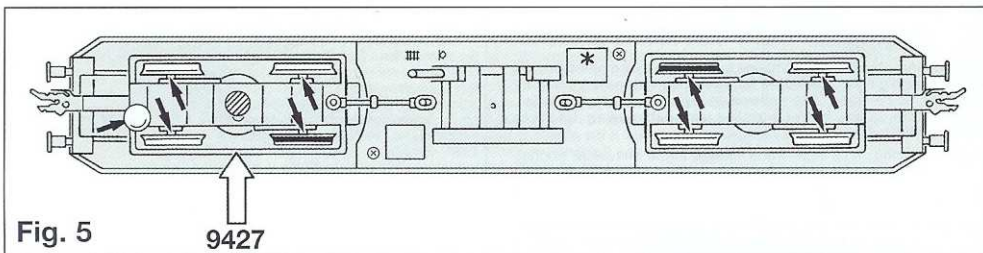

Fig. 5
An der markierten Stelle kann der **Schaltmagnet 9427** befestigt werden (Fig. 5).
* Dieser Stern bezeichnet die masseführende "gemeinsame Seite" der Lok (Fig. 5).
The indicated point can be used for locating the switching magnet 9427 (fig. 5).
* This star indicates the so called "common side" of the loco (fig. 5).
L'aimant permanent 9427 peut être monté à l'endroit indiqué (fig. 5).
* Cette étoile désigne, le "côté commun" de la version la plus courante de la loco (fig. 5).
Op de gemerkte plaats kan de **schakelmagnet 9427** gemonteerd worden (fig. 5).
* Dit sterretje betekent dat de loc de "massa-kant" aan de gemeenschappelijke zijde heeft (fig. 5).
Kontaktmagneten 9427 kan monteres på det markerede sted (fig. 5).
* Denne stjerne betegner den masseførende (stel) "fællesside" af lok'et (fig. 5).
Sul posto segnato può essere installato il **dispositivo di comando 9427** (fig. 5).
* Questo asterisco contrassegna il "lato comune" della locomotiva che conduce a massa (fig. 5).